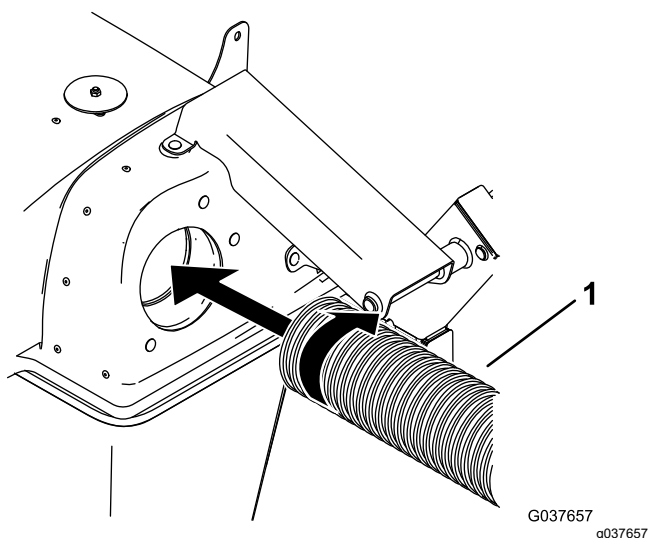

Figura 21
1. Enrosque uma extremidade da tubagem às roscas 2 e 3 do capot (Figura 21).